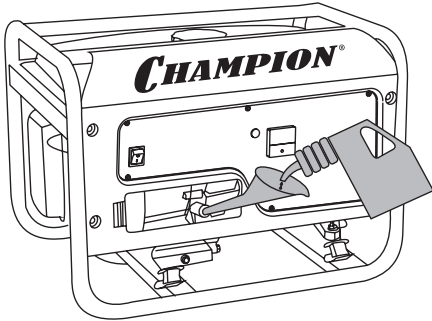

Рис. 8 Заправка двигателя маслом
4. Используя воронку из комплекта поставки генератора, залейте необходимый объем масла рекомендованной категории и вязкости, соответствующей температуре окружающей среды (Рис. 8).